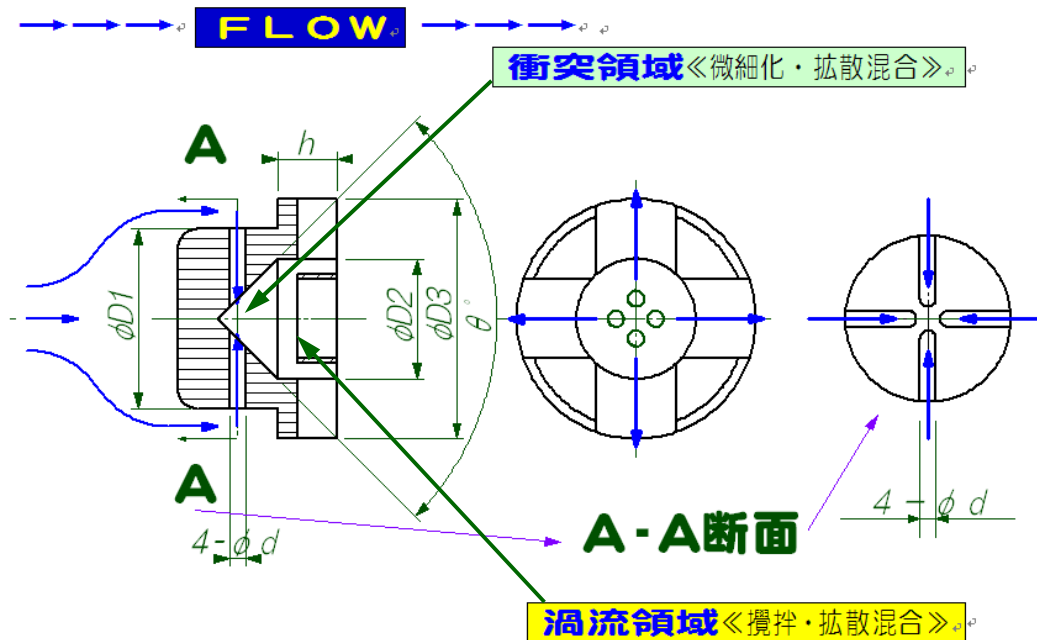

図1 「ナノ・ミキサー」作動原理
《基本動作》図 1 に、『ナノ・ミキサー』の原理図を示す。「 $\phi d$ 」のジェットから、 $\Delta P$ (MPa)の圧力差で噴出させると、凡そ、「 $V_j$  (m/sec) =  $\sqrt{\Delta P}$ 」の速度で噴流が供給され、その2倍の速度で、互いの流体が衝突する。高圧で、流体を噴出させる機器として、「①高圧洗浄機」や、更に、水を高圧噴射させて、金属の他、セラミックス等の難切削剤を切断加工する、「②ウォーター・ジェット・カッター (切断機)」や、高速気体により浮遊固体を粉碎・微粒化する「③ジェット・ミル (破碎機)」が知られている。